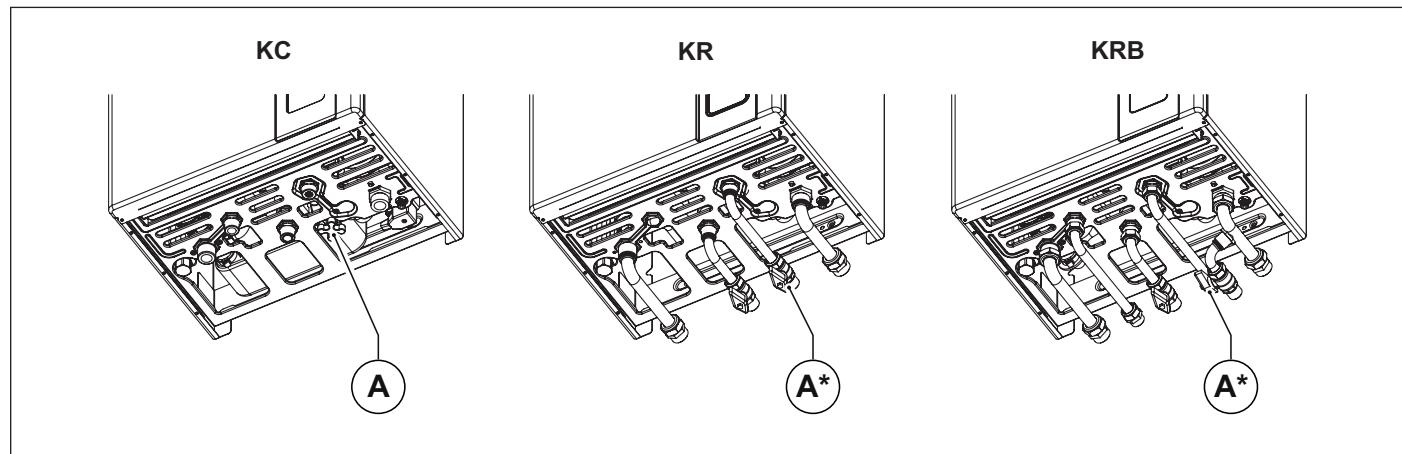

Fig. 2 Robinet de umplere - (A*) optional
Umpleți sistemul deschizând robinetul de umplere (A) (vezi Fig. 2 Robinet de umplere - (A*) optional).